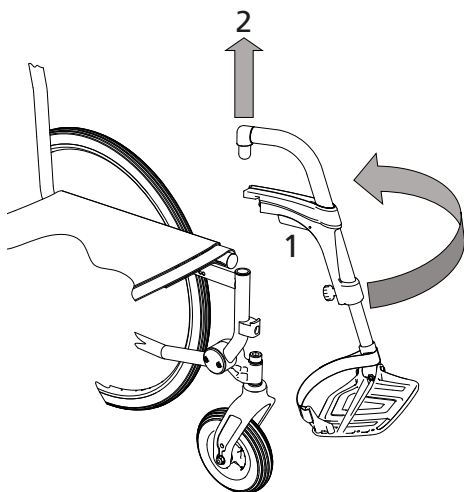

fig.20
1. Frigør nu den rød/orange låseanordning (1, fig. 20), og sving benstøtterne udad.
2. Benstøtterne kan nu tages af ved at trække dem opad. (2, fig. 20)